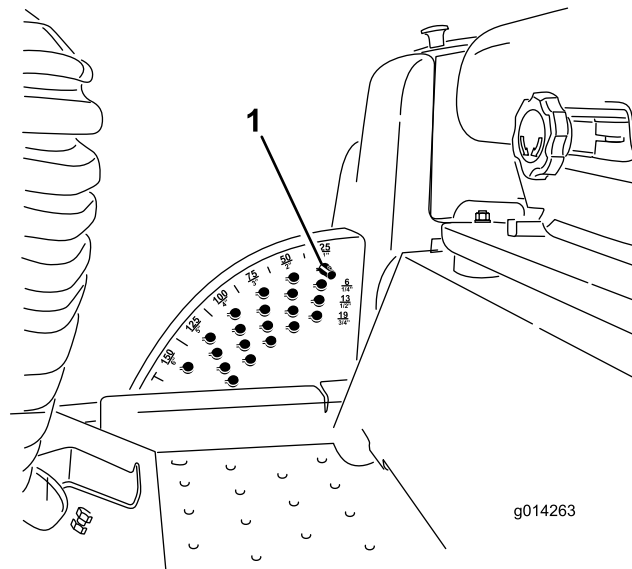

Figure 18
Remarque: Pour bloquer le plateau de coupe/l'accessoire en position relevée, levez le plateau au-delà de la position 15 cm, retirez la goupille de butée de hauteur de coupe (voir Réglage de la hauteur de coupe), et placez-la à la position 15 cm (Figure 18).
1. Lorsque le moteur tourne, repoussez la commande de relevage plateau de coupe en arrière jusqu'à ce que le plateau soit complètement relevé et **relâchez immédiatement la commande** (Figure 18).
2. Pour régler la hauteur de coupe, tournez la goupille de butée jusqu'à ce que la saillie s'aligne sur les fentes dans les trous du support de hauteur de coupe et déposez-la (Figure 18).
3. Placez la goupille dans le trou du support correspondant à la hauteur de coupe voulue et tournez-la pour la verrouiller en place (Figure 18).
Remarque: Il y a quatre rangées de trous (Figure 18). La première rangée donne la hauteur de coupe indiquée au-dessus de la goupille. La deuxième rangée donne la hauteur indiquée plus 6 mm. La troisième rangée donne la hauteur indiquée plus 12 mm. La dernière rangée donne la